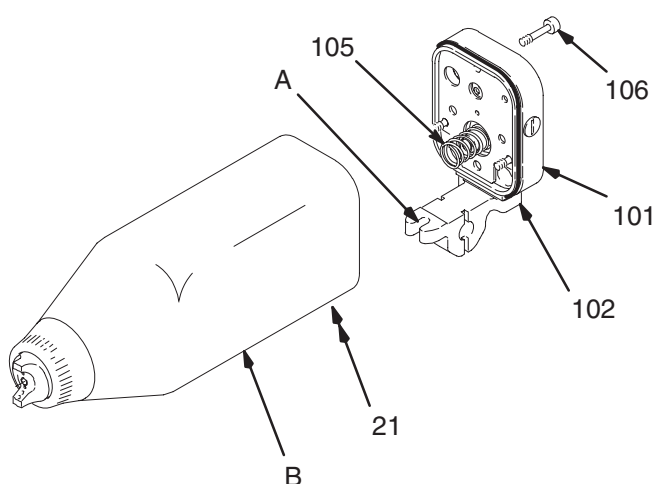

Fig. 16
1. Desserrer la vis (21) en-dessous du pistolet jusqu'à ce que le pistolet (B) soit libre dans la rainure du support de montage (A). Voir la Fig. 16.